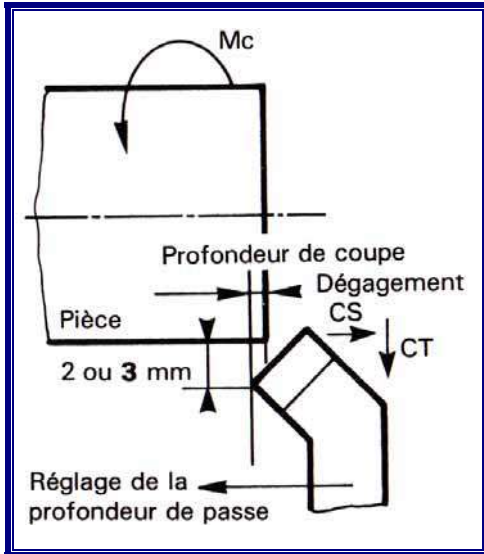
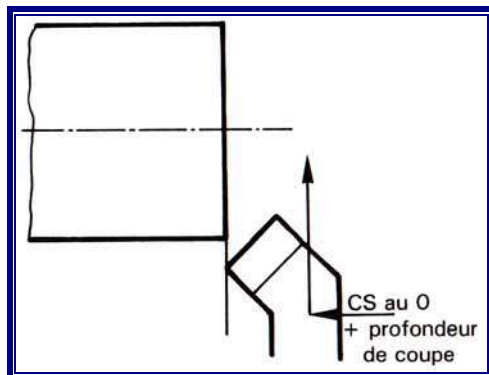

Figure 7
Figure 9
### 2.2 Prise de profondeur de coupe (fig. 7)
- S'il y a lieu, avancer le C.S. (fig. 9) au repère de la prise de passe (fig. 7).